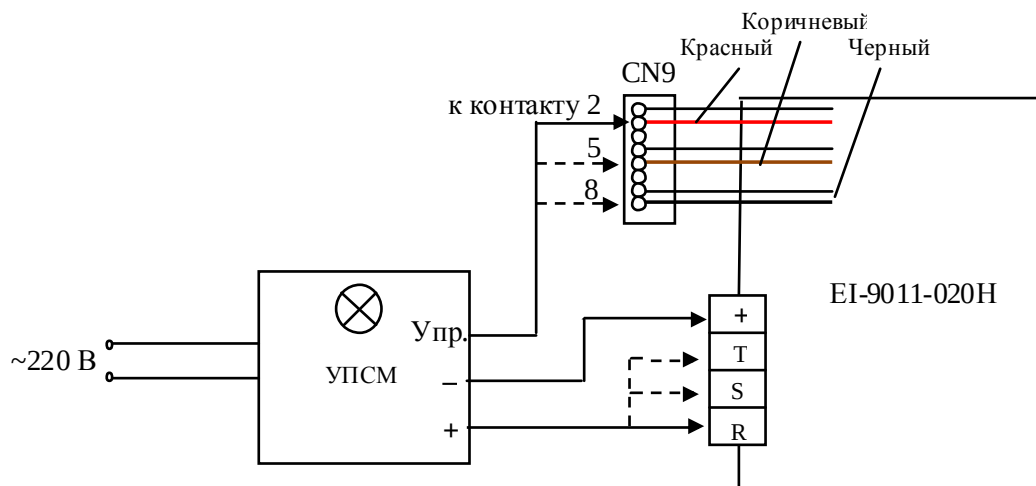
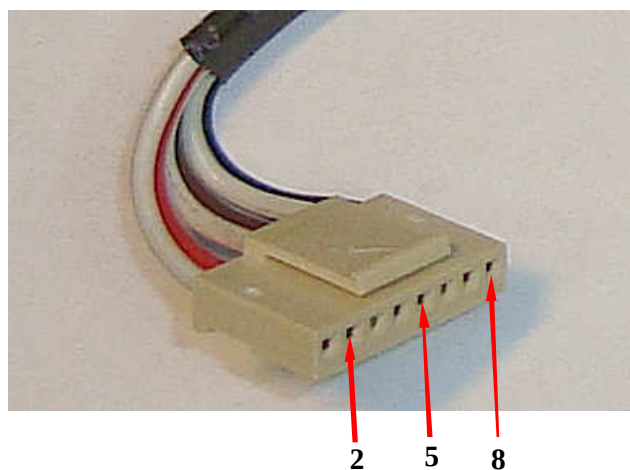

Рис. 4.7. Схема проверки тиристоров входных модулей.
Рис. 4.8. Нумерация контактов разъема CN9
4.7.8. Выполнить проверку тиристора модуля SKKH91/16 E канала R. Соединить выход «+» УПСМ с клеммой R преобразователя, выход «->» УПСМ с клеммой «+» преобразователя, а выход «Упр.» УПСМ с 2-м выводом (красный провод) розетки разъема CN9 преобразователя (рис.4.7). Нумерация контактов разъема CN9 представлена на рис. 4.8.